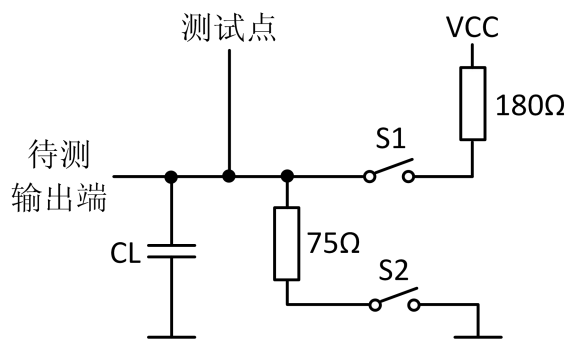

图1. 开关特性测试电路
(1) 测试条件是 $V_{CC}=5V$, $T_A=25^{\circ}C$ 。
(2) 除非特别说明, 每个输出端的关断态即高阻态。
(3) 测试电路如图 1, 其中 CL 包括了探针和插座的寄生电容; 输入信号由波形发生器提供, 且输入信号应当满足: $PRR \leq 1MHz$, $Z_0 \approx 50\Omega$, $t_r \leq 15ns$, $t_f \leq 6ns$; 每个使能端都是单独测试的。